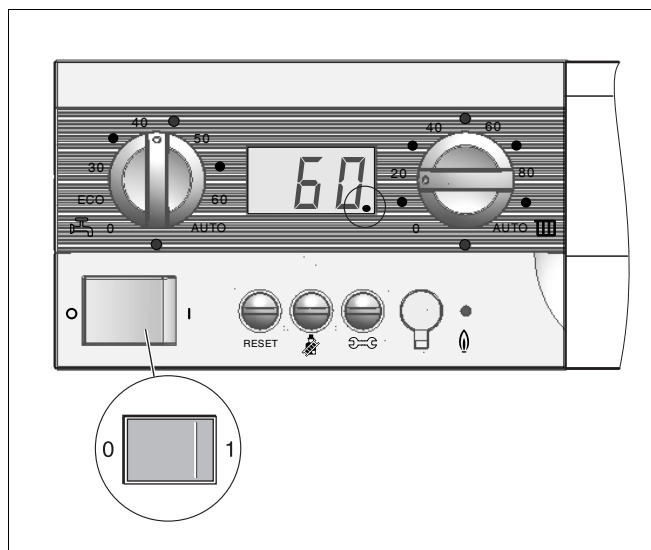

Abb. 43 Bedienmodul BM10
- Heizungsanlage am Betriebsschalter des BM10 (Abb. 43) ausschalten.